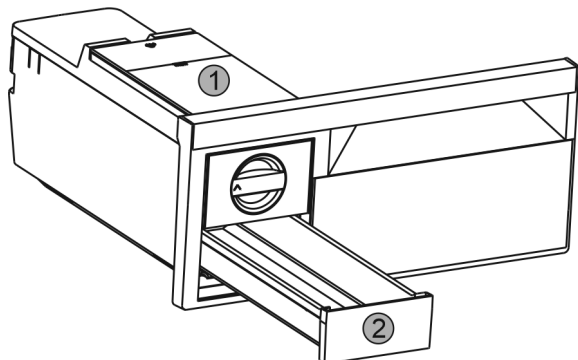

Fig. 66
- ▶ Извлечь бак для воды Fig. 66 (1) и выдвижной ящик для производства кубиков льда Fig. 66 (2).